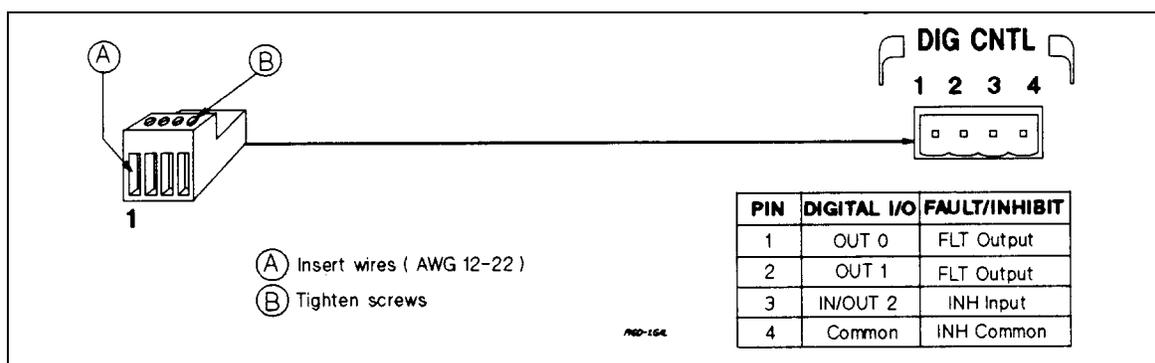
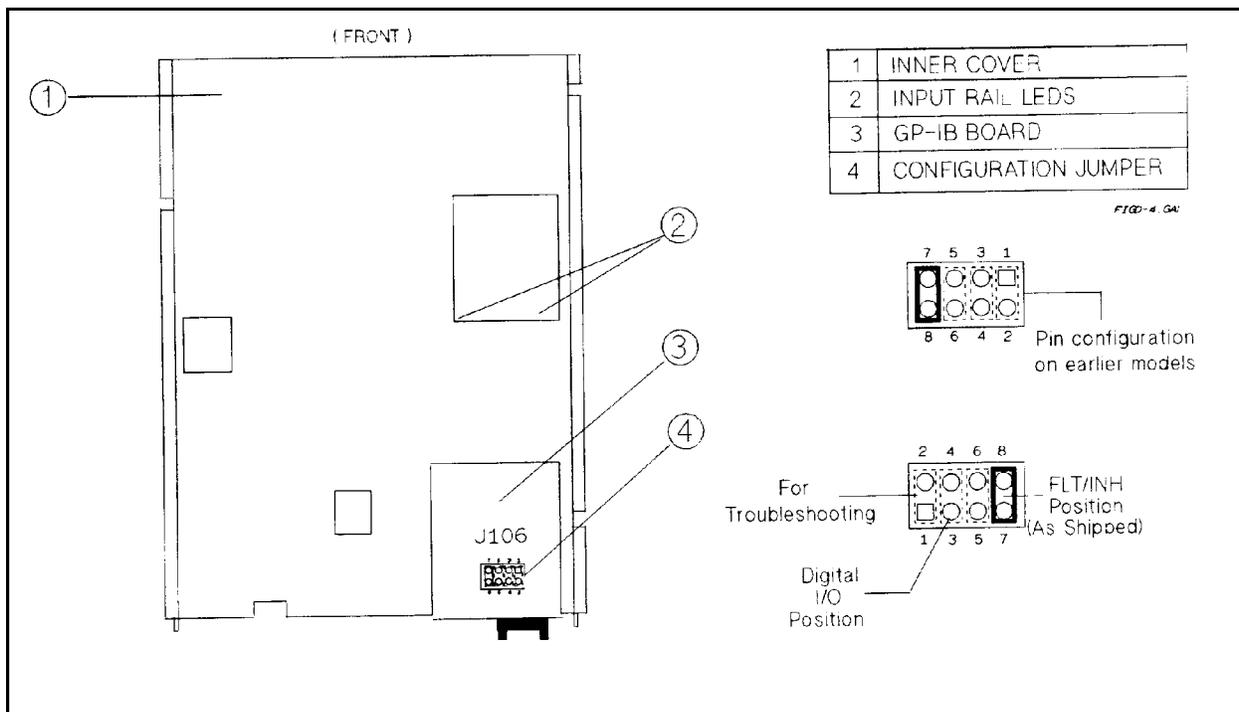
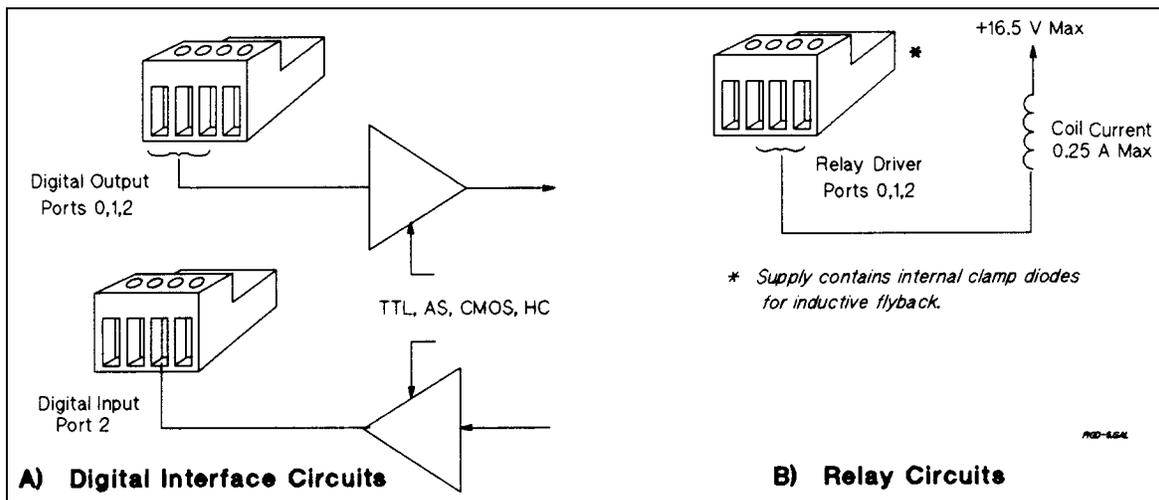

図 D-1. デジタル・ポート・コネクタ
図 D-4. デジタル・ポート構成ジャンパ
図 D-5. デジタル I/O ポートのアプリケーション
デジタル入出力信号用に、4ピン・コネクタとクイック・ディスコネクト差し込みプラグが用意されています(接続方法については図 D-1、電気特性については表 1-5 を参照してください)。このデジタル・ポートは、フォールト/禁止機能またはデジタル I/O 機能のために使用できます。
出荷時にはデジタル・ポートは FLT/INH 動作に設定されています。ポート構成を変更することにより、汎用のデジタル入出力ポートとしてカスタム回路の制御に使用できます(図 D-4 参照)。ポート構成を変更するには、 GPIB ボードのジャンパを動かします。
5. 図 D-4 を参照して、先のとがったペンチでジャンパをデジタル I/O 位置に動かします。
デジタル・ポートの構成を変更することにより(図 D-4 参照)、カスタム・デジタル・インタフェース回路やリレー回路に対するデジタル入出力機能を実現できます。図 D-5 にいくつかの例を示します。差し込みプラグのピン割り当てについては図 D-1 を、ポートの電気特性については表 1-5 を参照してください。ポートのプログラミング方法については、第 7 章「言語リファレンス」の **DIG:DATA[:VAL]** を参照してください。デジタル・ポートのピンは以下の通りです。
デジタル・ポートを使って、Agilent 59510A または 59511A リレー・アクセサリに対する制御出力を供給できます。差し込みプラグのピン割り当てについては図 D-1 を参照してください。